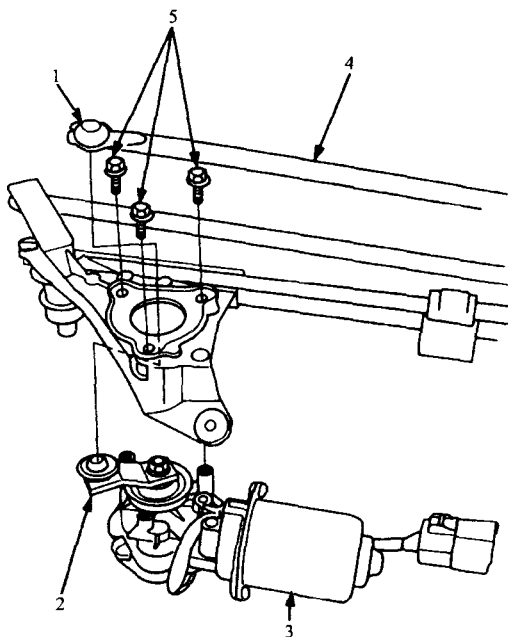

图 1-17 刮水器电动机的安装——
① 安装刮水器电动机。
② 重新接上接线。
③ 安装挡风玻璃刮水器、刮水器臂和螺母、盖子。检查后刮水器臂是否漏水。
④ 安装窗口镶条。
(2) 1994 ~ 1997 年英蒂格拉车型 (图 1-17)